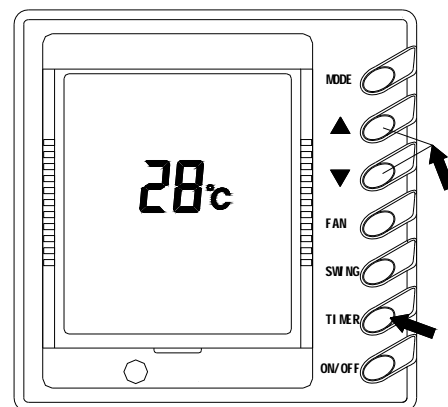

Рис. 2
1) Включение и выключение кондиционера (Рис. 2)
Внимание : На рис. 2 изображен дисплей пульта управления после включения питания, но ДО включения кондиционера. Когда подключено питания и провод пульта управления, то на дисплее отображается температура в помещении, независимо от того, работает кондиционер или остановлен. В данный момент на дисплее больше ничего не отображается, значит кондиционер не работает.